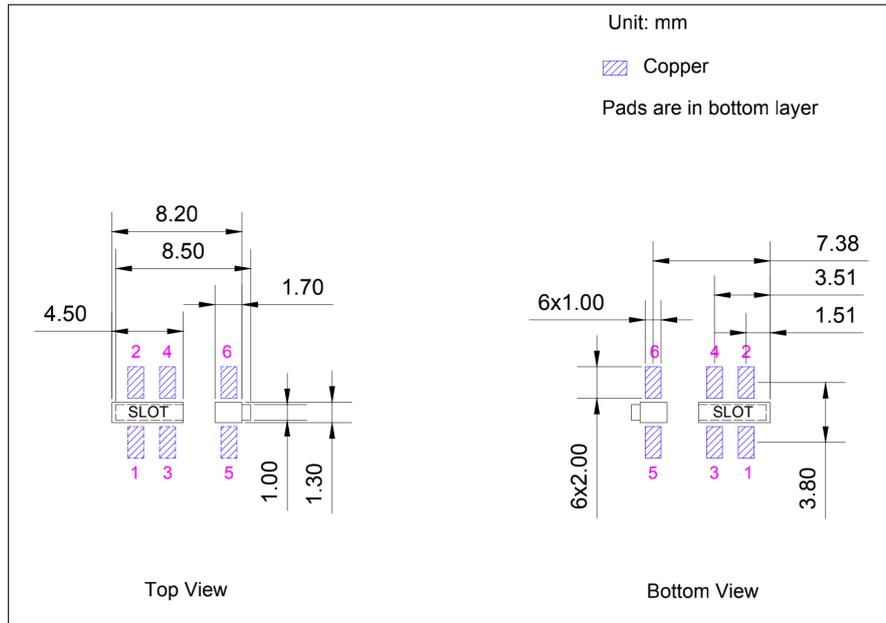

图 7: 推荐 PCB 封装图形
- 推荐 PCB 封装图，标有 PCB 设计所需的全部尺寸。详见图 7 推荐 PCB 封装图形。
- 推荐 PCB 封装图的源文件，用于测量图 7 中未标注的尺寸。您可用 Autodesk Viewer 查看 ESP8684-WROOM-07 的封装图源文件。